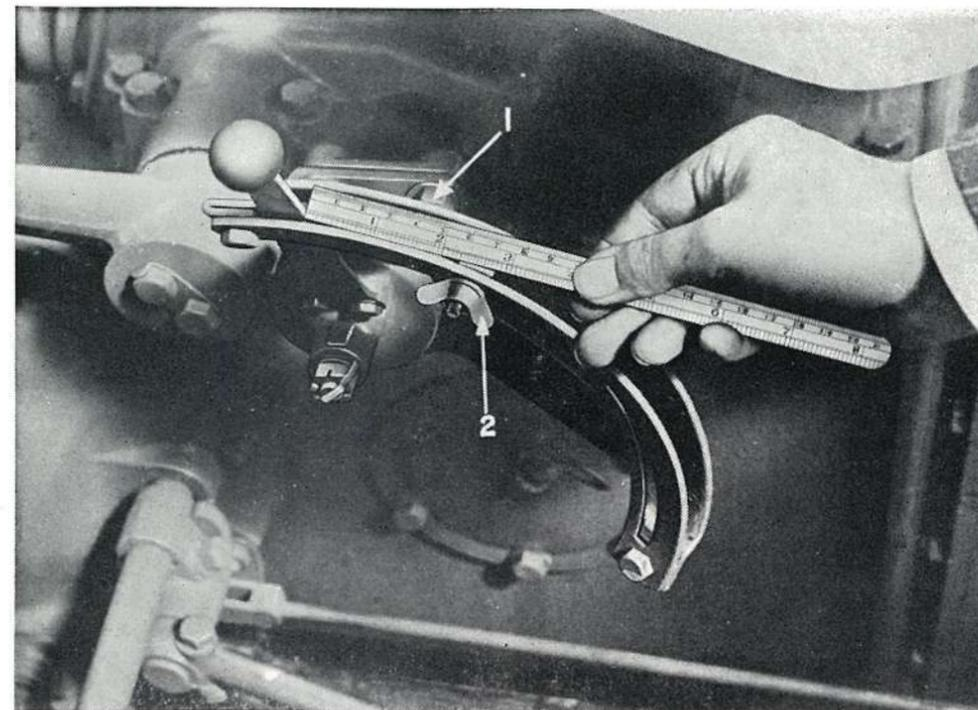

FIG. 20
2. Desserrer légèrement les quatre vis (51) fixant le secteur au couvercle de relevage et reculer le secteur à fond de lumière.
3. Placer la butée (68) à 57 mm du levier de commande reculé à sa position maximum (voir fig. 20).